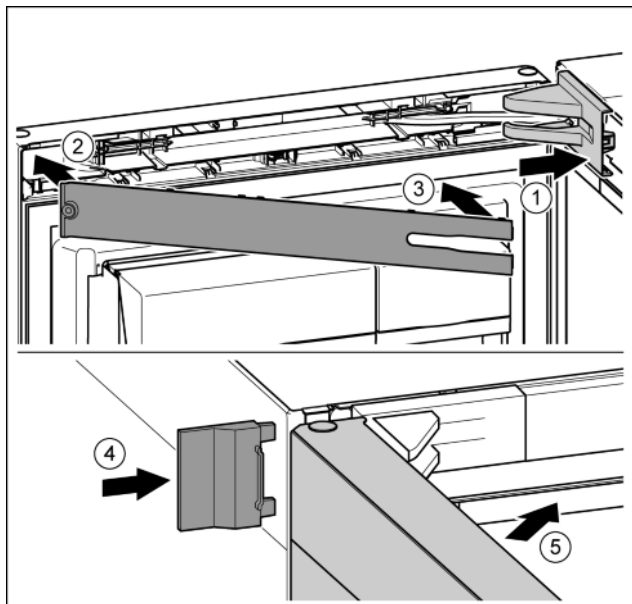

Fig. 43
- ▶ Założyć osłonę płytki zawiasu i zazębnić, ew. ostrożnie odsunąć. Fig. 43 (1)
- ▶ Założyć zaślepkę. Fig. 43 (2)
- ▶ Przechylić i zazębnić zaślepkę. Fig. 43 (3)
- ▶ Wsunąć zewnętrzną osłonę. Fig. 43 (4)
- ▶ Zamknąć górne drzwi. Fig. 43 (5)